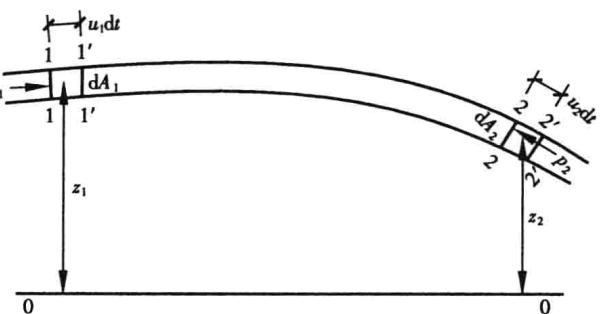

图 10-2 元流能量方程
(1) 理想流体恒定元流的伯努利方程 在流场中选取元流,如图 10-2 所示。在元流上沿流向取 1-1'、2-2' 两断面,两断面的高程和面积分别为  $z_1, z_2$  和  $dA_1, dA_2$ ,两断面的流速和压强分别为  $u_1, u_2$  和  $p_1, p_2$ ,有